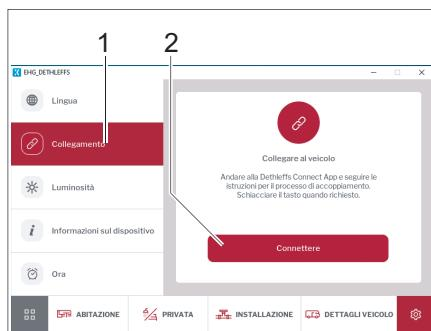

Fig. 298 Collegamento mediante display EHG
- Digitare il pulsante *Collegamento* (Fig. 298,1).
- Digitare il pulsante *Collegare* (Fig. 298,2).